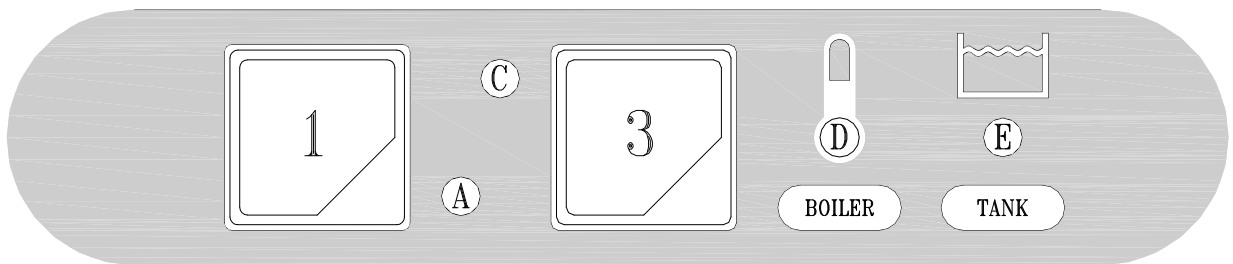

Fig. 3-2
- A riempimento avvenuto, aprire la porta (I) e introdurre il detersivo (ca. 2 gr. per litro di capacità della vasca). Inserire il cesto (L) carico e chiudere la porta (I). A questo punto premere il pulsante START (3) (almeno per 2 secondi) e avrà inizio il ciclo di lavoro visualizzato dalla lampada spia (C): la fine del ciclo coincide con lo spegnimento di questa spia. Per spegnere la macchina si dovrà disinserire l'interruttore (1) portandolo nella posizione (0) spia (A) spenta. (fig.3-2+3-3).
- When the water intake cycle is complete, open the door (I) and add detergent (about 2 g. per litre of tank capacity). Position the full basket (L) and close the door (I). Now press the START button (3) (at least for 2 seconds) and the wash cycle displayed by light (C) will start. When the cycle is over, this light goes out. To turn off the appliance, turn the switch (1) to 0. Light (A) indicates the appliance is off (fig.3-2+3-3).
- Nach erfolgter Füllung die Tür (I) öffnen und das Spülmittel einfüllen (ca. 2g/l Fassungsvermögen des Spülbehälters) Den gefüllten Geschirrkorb (L) einsetzen und die Tür (I) schließen. Nun die START-Taste (3) mindestens 2 Sekunden lang drücken, und das Spülprogramm beginnt, die Kontrollampe (C) leuchtet auf und am Programmende erlischt die Kontrollampe. Um das Gerät auszuschalten, muß der Schalter (1) auf die Position 0 gestellt werden, die Kontrollampe (A) erlöscht (fig.3-2+3-3).
- Lorsque le remplissage est terminé, ouvrir la porte (I) et verser le détersif (environ 2 g pour chaque litre remplissant la cuve). Introduire le panier (L) plein et fermer la porte (I). A ce stade, presser le bouton-poussoir START (3) (au moins 2 secondes) et le cycle de fonctionnement commencera, visualisé par la lampe-témoin (C). La fin du cycle coïncide avec l'extinction de ce voyant. Pour arrêter la machine, il faudra débrancher l'interrupteur (1) en le ramenant sur la position 0: lampe-témoin (A) (fig.3-2+3-3).
- Después del llenado, abra la puerta (I) y vierta el detergente (2 gramos aproximadamente por litro de capacidad de la cuba). Introduzca el cesto (L) carga y cierre la puerta (I). Pulse ahora START (3) (al menos durante 2 segundos) para arrancar el ciclo de trabajo: se enciende la luz testigo (C), que se apagará al final del ciclo. Para apagar la máquina desconecte el interruptor (1): posición 0, luz testigo (A) apagada (fig.3-2+3-3).